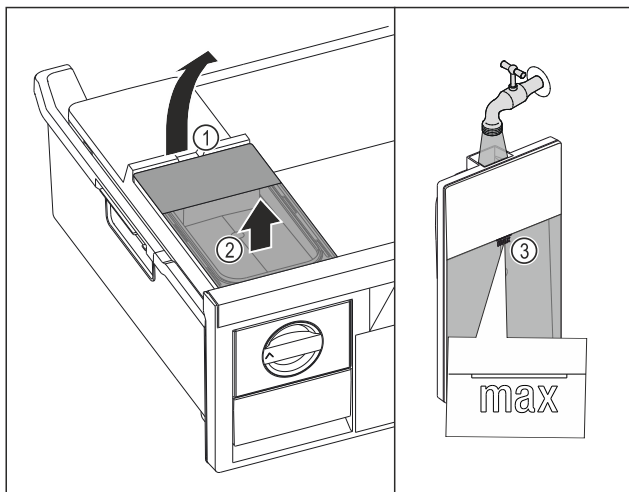

Fig. 103
- Nádržku na vodu nadvihnite za vybranie Fig. 103 (1).
- Nádržku na vodu odoberte nahor. Fig. 103 (2)
- Nádržku na vodu naplňte pitnou vodou po značku Fig. 103 (3).